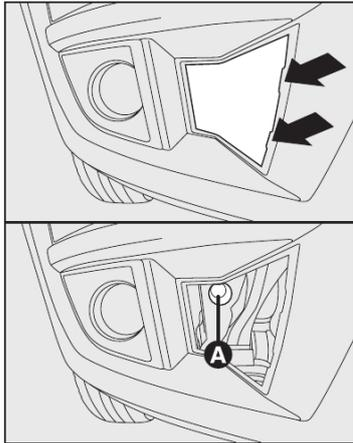

fig. 47
Reboque dianteiro - fig. 47
- 2) Retirar a tampa de proteção do furo - **setas-fig. 47**.
- 3) Parafusar o gancho de reboque no furo rosqueado **A-fig. 47** na parte dianteira do para-choque, lado direito.